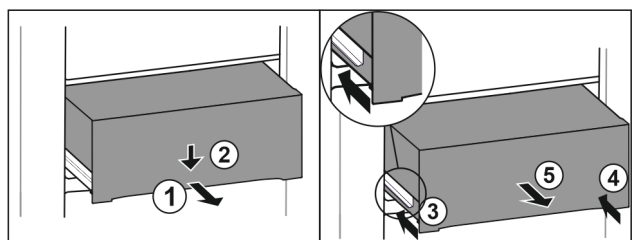

Fig. 133
- ▶ 将抽屉拉出一半。 Fig. 133 (1)
- ▶ 朝下按压正面的抽屉。 Fig. 133 (2)
- ▶ 将左侧轨道推入大约 2 cm。 Fig. 133 (3)
- ▶ 将右侧轨道推入大约 2 cm。 Fig. 133 (4)
- ▶ 朝前取出抽屉。 Fig. 133 (5)